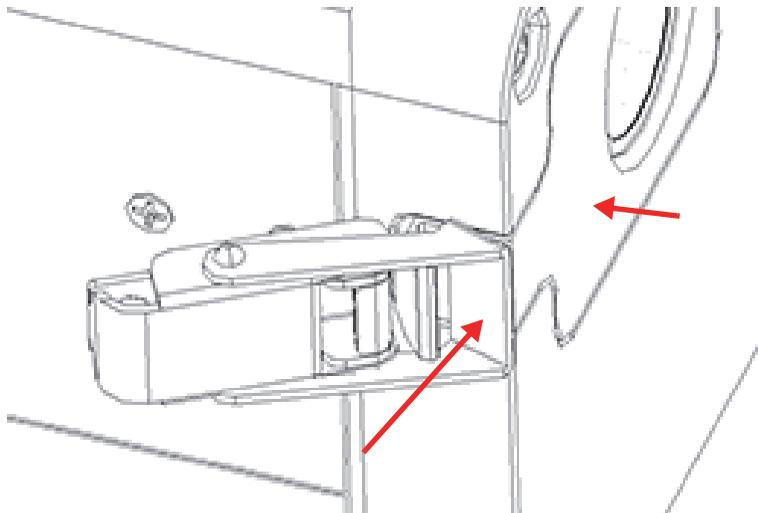

Рис. 4-11 Замочный механизм
5. Удерживая на месте рамку окна, зафиксируйте переднюю часть замка (Рис. 4-11 на стр. 69).